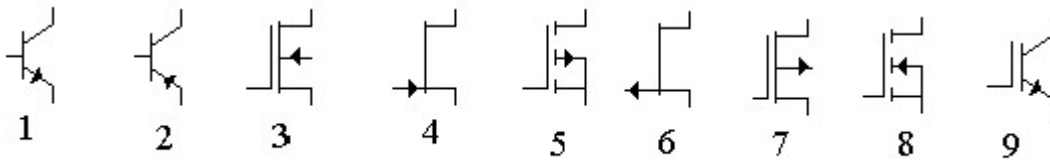

Рис. 3.1.
1.2.9. Показать (рис. 3.1) условное обозначение биполярного транзистора с изолированным затвором (БТИЗ):